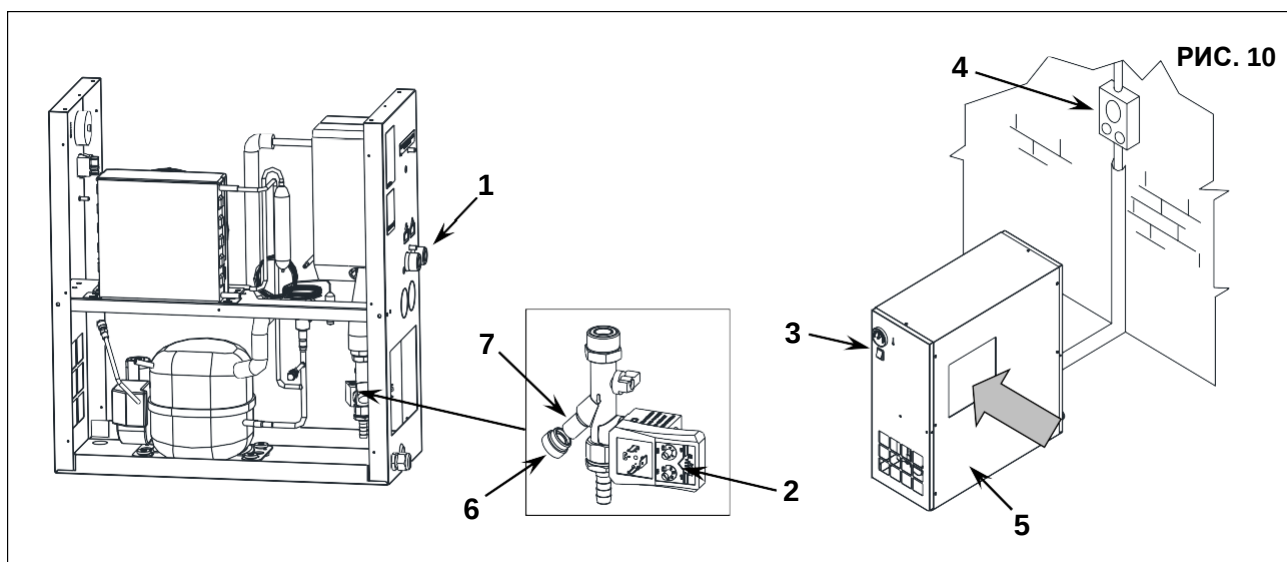

РИС. 10
### 15.2 ОЧИСТКА ФИЛЬТРА УСТРОЙСТВА АВТОМАТИЧЕСКОГО СЛИВА КОНДЕНСАТА (Рис. 10)
- Закройте кран, поз. 1, рис. 10
- Сбросьте давление в осушителе, нажав кнопку слива конденсата "TEST", расположенную на пароотделителе, поз. 2, рис. 10.
- Выключите устройство, нажав кнопку "STOP", поз. 3, рис. 10
- Включите автоматический дифференциальный переключатель питания, поз. 4, рис. 10
### 15.3 ОЧИСТКА КОНДЕНСАТОРА (Рис. 10)
- Снимите панель, поз. 5, рис. 10
- Очистите ребра конденсатора, поз. 1, сжатым воздухом (Рис. 10). **НЕ ИСПОЛЬЗУЙТЕ ВОДУ И РАСТВОРИТЕЛИ**
- Закройте панель, поз. 5, рис. 10
### ПОРЯДОК ДЕЙСТВИЙ ПРИ СБРОСЕ ДАВЛЕНИЯ (Рис. 10)
- Закройте краны, поз. 1, рис. 10
- Сбросьте давление в осушителе, нажав кнопку слива конденсата "TEST", расположенную на пароотделителе, поз. 2, рис. 10